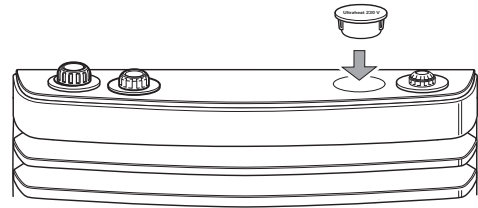

Fig. 22
- ▶ Sustituir una tapa de cubierta libre en la cubierta de la calefacción S por la tapa de cubierta con la inscripción «Ultraheat 230 V» (Fig. 22).